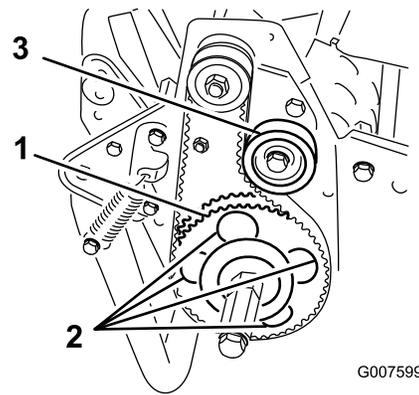

図 51
7. 受動プーリを回して、4つの穴をローラベアリングのフランジねじに整列させる 図 51。
11. ベルトの張りを調整し、イドラプーリねじを締める 図 51。